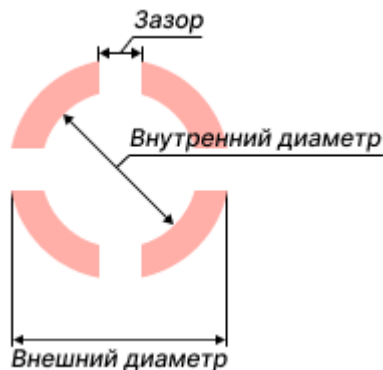

Рис. 189 Параметры апертуры
- Внешний диаметр – значение может быть задано в диапазоне 0,01 – 100 мм с шагом 0,1 мм, см. Рис. 189.